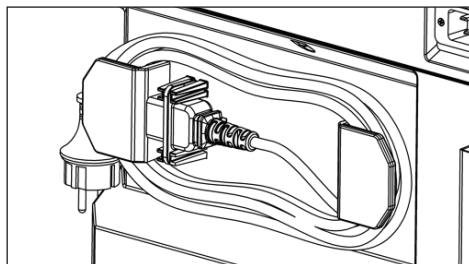

Fig. 6: Pozycja przechowywania przewodu
- Przechowuj przewód w pozycji przechowywania (rys. 6). Zabezpiecz wtyczkę za pomocą dołączonego zacisku kablowego.